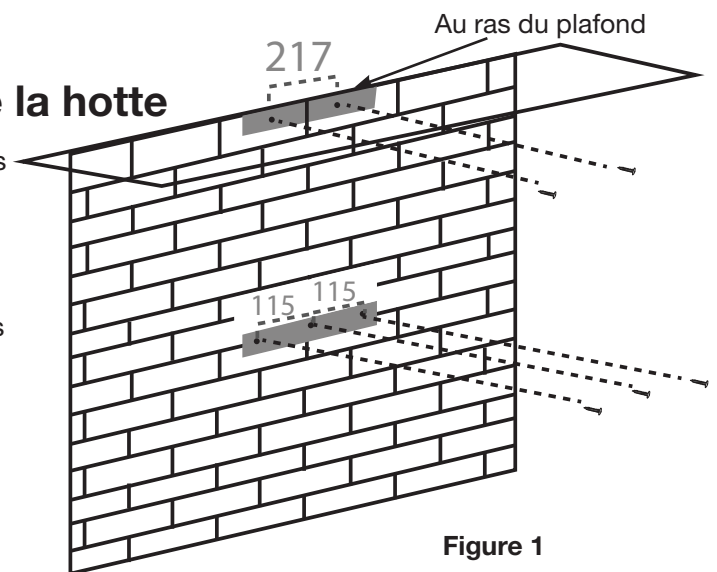

Figure 1
- La hotte sera fixée à ce support (voir figure 1).
- Percez deux trous selon la grandeur du support de montage. Le support de montage supérieur doit être positionné au ras du sommet de la cheminée à l'extérieur (voir figure 1).